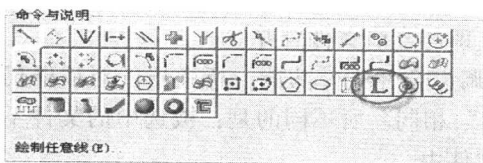

图 1-25 “命令与说明”对话框
- 3) 在图 1-25 所示的“命令与说明”区域内选择“绘制文字”按钮 , 并按住鼠标左键不放。